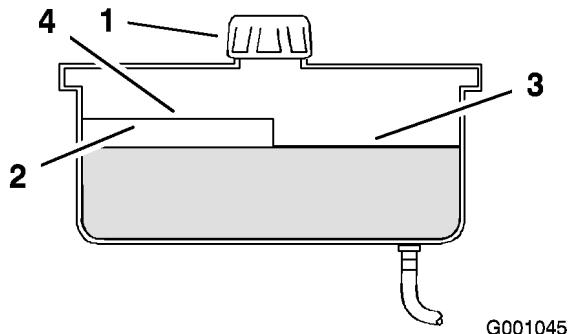

Bild 65
2. Reinigen Sie den Bereich um den Einfüllstutzen des Hydraulikbehälters (Bild 65).
3. Drehen Sie den Deckel vom Einfüllstutzen ab. Schauen Sie in den Stutzen um sicherzustellen, dass Öl im Behälter ist (Bild 65).
- Hinweis:** Der Füllstand sollte bei heißem Öl die Oberkante der heißen Einfüllmarkierung der Zwischenplatte erreichen (Bild 65).